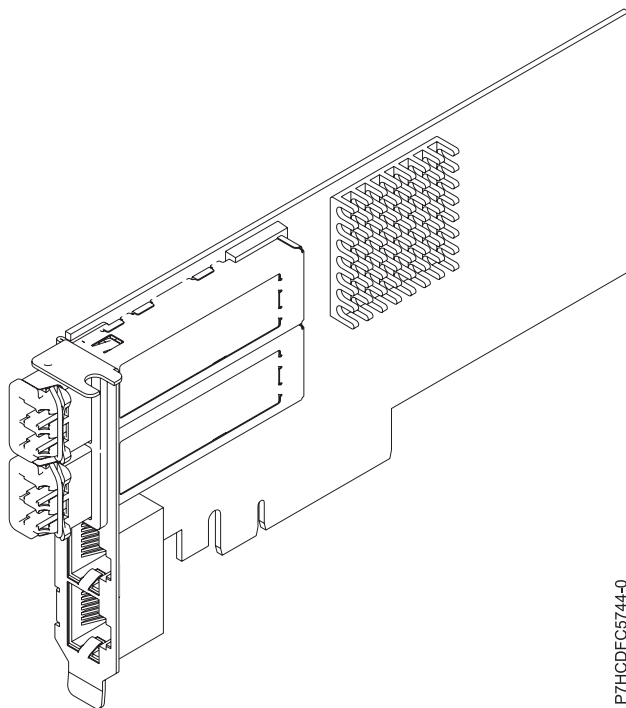

Figura 20. Adaptador PCIe2 UTP 2x10GbE SR 2x1GbE
O Adaptador PCIe2 UTP 2x10GbE SR 2x1GbE é um PCI Express geração 2, adaptador de cabo unificado Ethernet de 4 portas com uma interface de barramento do host PCI Express 2.0. O adaptador é otimizado para computação em nuvem, virtualização, armazenamento e outros aplicativos do datacenter. O adaptador de quatro portas fornece duas portas Ethernet de 10 Gb e duas portas Ethernet de 1 Gb. As duas portas transceptoras de raiz única (SR) compacto plugável (SFP+) de 10 Gb são usadas para conectividade com outros servidores ou comutadores na rede. Cada porta SFP+ (SR) fornece conectividade Ethernet com uma taxa de dados nominal de 10 Gbps (gigabits por segundo), e usa os cabos twinaxial de cobre SFP+ de até 5 m (16,4 pés) de comprimento. Cada uma das portas RJ45 fornece conectividade Ethernet em uma taxa de dados de 1 Gbps. Os recursos de agregação de link e de failover do adaptador são ideais para aplicativos de rede crítica que requerem redundância e alta disponibilidade. Figura 20 mostra o adaptador FC 5745.